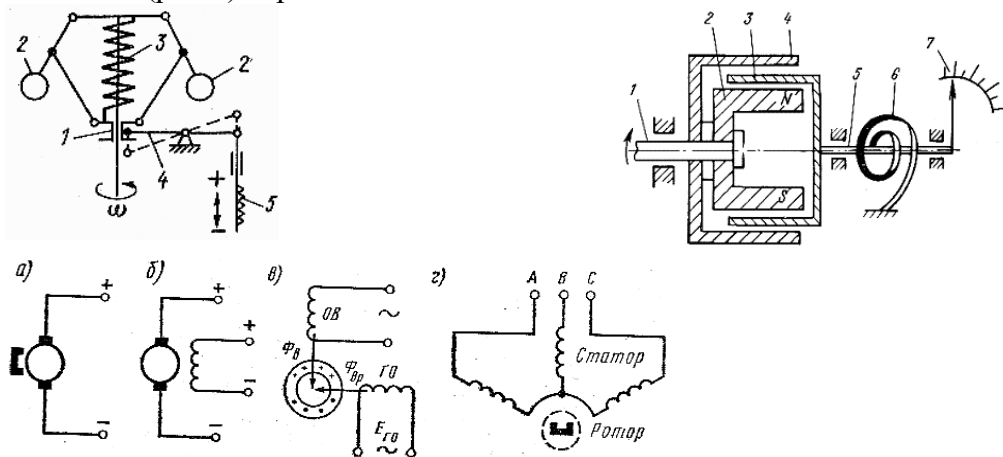

Рис. 3
3. Датчики частоты вращения в системах судовой автоматики. Принцип работы датчиков (рис.3). Применение в системах автоматики.